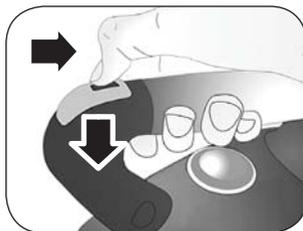

Abb. 6
- 1 Den Dampfregler (K) auf "+" stellen.
- 2 Die Bügeltemperatur am Bügeleisen-Temperaturregler (F) über das Symbol (●●●) stellen.
- 3 Abwarten, bis sich die Kontrolllampe (C) des Bügeleisens ausgeschaltet hat.
- 4 Abwarten, dass sich die Kontrolllampe Dampfereitschaft (M) einschaltet.
- 5 Den Dampfknopf drücken (D). Die Verriegelung (E) gegen den Griff (Abb. 6) schieben. Die Verriegelung für Dauerdampf (E) blockiert die Taste und sorgt damit für die Abgabe eines kontinuierlichen und konstanten Dampfstrahls.